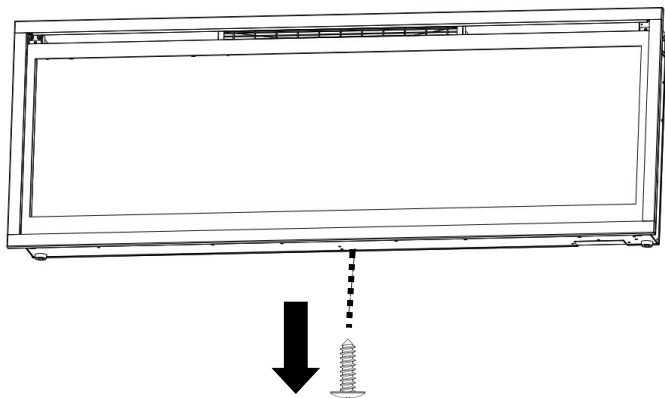

Fig 3-1
A. Retirez la vis argentée située au bas de l'appareil. (Fig 3-1). Mettez la vis de côté.